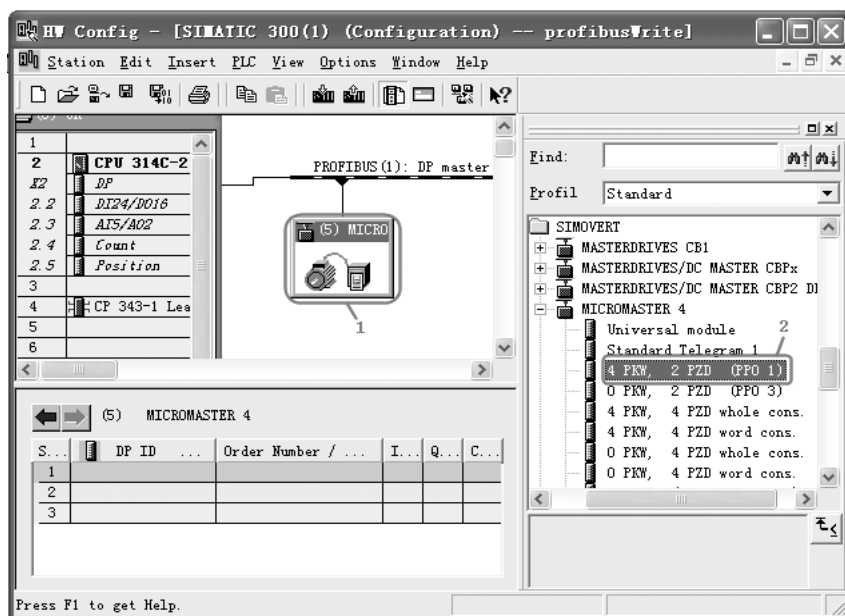

图 11-30 选择通信报文的结构
4) 选择通信报文的结构。PROFIBUS 的通信报文由两部分组成，即 PKW（参数识别 ID 数据区）和 PZD 区（过程数据）。如图 11-30 所示，先选中“1”处，再双击“4 PKW，2 PZD (PPO1)”，“4 PKW，2 PZD (PPO1)”通信报文格式的含义是报文中有四个字的 PKW，有两个字的 PZD。